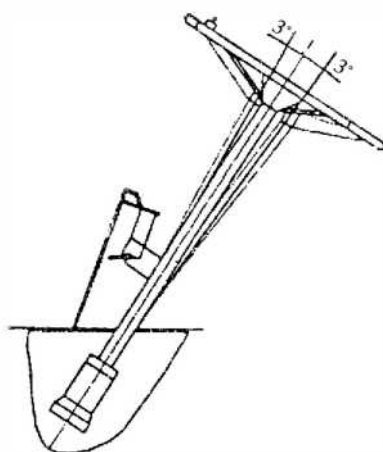

Рис. 6-1
(1) Циклоидное полностью гидравлическое рулевое управление (рис. 6-1)